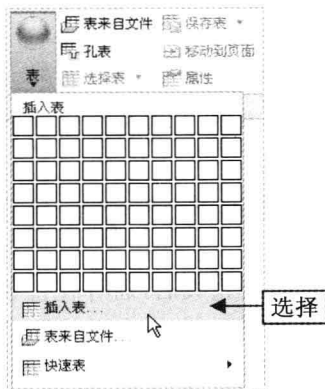

图 12-100 选择“插入表”选项
Step 02 单击“表”面板中的“表”下拉按钮，在弹出的下拉面板中选择“插入表”选项，如图 12-100 所示。